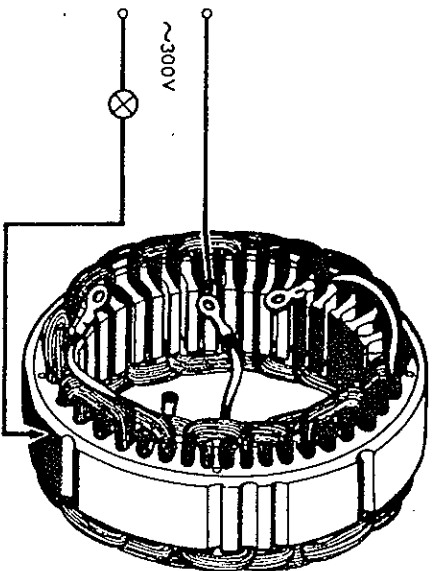

Fig. 10-10
- c) Comprobar la resistencia entre las salidas de dos fases, aplicando una tensión de 6 V. entre ambas, y comprobar la corriente que circula por el amperímetro (Fig. 10-10), y verificar que el valor indicado se encuentra dentro del margen especificado más abajo.